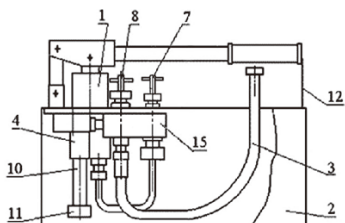
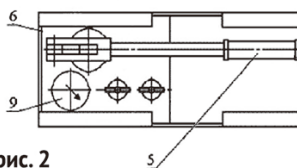
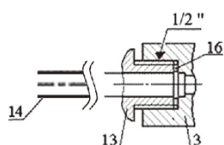

рис. 1
рис. 2
рис. 3
6. Общий вид опрессовочного насоса представлен на рис. 1, 2, 3, 4
Рис.1 - 3 : 1 – насос плунжерный; 2 – бак; 3 – рукав высокого давления; 4 – гидравлический цилиндр; 5 – рукоятка; 6 – полка; 7 – вентиль V2 (сброса давления); 8 – вентиль V1 (напорный, магистрали высокого давления); 9 – манометр (60 бар); 10 – всасывающий патрубок; 11 – сетчатый фильтр с резьбой; 12 – крючок; 13 – штуцер; 14 – труба испытуемой гидравлической системы; 15 – колодка вентилей; 16 – прокладки.
7. Опрессовщик состоит из плунжерного насоса (рис.1 поз.1), который закреплён на полке (рис.2 поз.6) в верхней части бака (рис.1 поз.2). К нагнетательной полости насоса (рис.1 поз.1) подсоединен вход в колодку вентилей (рис.1 поз.15), к выходу из которой подсоединен рукав высокого давления (рис.1 поз.13), подключаемый непосредственно к испытуемой системе (рис.3 поз.14) через штуцер (рис.3 поз.13).
Вентиль V2 (рис.1 поз.7) служит для закрывания и открывания отверстия для
слива, а вентиль V1 (рис.1 поз.8) напорной магистрали для закрытия испытываемой гидравлической системы под давлением, а также в открытом состоянии служит как нагнетательный клапан.
Манометр (рис.2 поз.9) служит для контроля давления в испытываемой гидравлической системе. На конце всасывающего патрубка (рис.1 поз.10) цилиндра (рис.1 поз.4) находится сетчатый фильтр с резьбой (рис.1 поз.11).
Бак (рис.1 поз.2) служит для заливки рабочей жидкости (масла и воды).
На полке (рис.2 поз.6) крепятся корпус насоса и колодка вентиля (рис.1 поз.15).
На противоположной торцевой стороне бака (рис.1 поз.2) имеется крючок (рис.1 поз.12) для фиксации рукоятки в нерабочем положении. Рукоятка при этом служит для переноса опрессовщика.
3. Проверяйте и периодически очищайте сетчатый фильтр (рис.1 поз.11).
Проверьте подсоединение рукава (рис.1 поз.3) к колодке вентиля (рис.1 поз.15). Заполните бак (рис.1 поз.2) рабочей жидкостью до верхней части всасывающего патрубка (рис.1 поз.10).
Закройте вентиль (рис.2 поз.6) и откройте вентиль (рис.2 поз.5) на 2-3 оборота. Поднимите выходную часть рукава (рис.1 поз.6) и залейте в него жидкость. Для удаления воздуха из гидравлической системы насоса сделайте пробное закачивание воды, при этом воздух из гидросистемы будет выходить через рукав. Когда выход воздуха через рукав закончится, опустите рукав в бак с жидкостью.
3. Подсоедините рукав (рис.1 поз.6) к испытываемой гидравлической системе. Для уплотнения соединений используются прокладки из резины, обожжённой меди или фторопласта.
4. Закройте вентиль V2 (сброса давления) (рис.1 поз.7) и откройте вентиль V1 (напорный, магистрали высокого давления) (рис.1 поз.8) на 2-3 оборота.
5. Поднимите выходную часть рукава (рис.1 поз.3) и залейте в него жидкость. Для
8. Подсоедините рукав (рис.1 поз.3) к испытываемой гидравлической системе, в которой должен быть установлен штуцер (оис.3 поз13) с ответной частью для подсоединения рукава (рис.1 поз.3).
Для уплотнения используются прокладки (рис.3 поз.16) из резины, обожженной меди или фторопласта.
11. Закройте напорный вентиль V1(рис.1 поз.8) до окончания проведения испытаний.
12. После проведения испытаний медленно откройте вентиль V2 (рис.1 поз.7) для сбрасывания давления, при этом жидкость будет попадать обратно в бак. Как только давление в гидросистеме упадет, закройте вентиль, соединяющий опрессовщик с гидросистемой, чтобы максимально исключить попадание в клапаны опрессовщика посторонних частиц при сливе.
13. Отсоедините рукав (рис.1 поз.3) от испытываемой системы.
2. Периодически проверяйте и очищайте фильтр от грязи на всасывающем патрубке (рис.1 поз.10).
- слейте воду из нагнетательной полости, открыв вентиль V1(рис.1 поз.8) и опустив рукав (рис.1 поз.3) в бак (рис.1 поз.2), а затем из бака, наклонив его;
- залейте в бак машинное масло на 25-30мм выше нижнего края всасывающего патрубка (рис.1 поз.10). Прокачайте насос (рис.1 поз.1) вхолостую для удаления воды из внутренних полостей насоса;
2. Периодически проверяйте и очищайте фильтр на всасывающей трубке (рис. 1 поз.3) от загрязнений.
- слейте воду из нагнетательной полости, открыв вентиль (рис.2 поз.6) и опустив шланг (рис.2 поз.7) в бак (рис.2 поз.1), а затем из бака в подходящую ёмкость, наклонив его;
- залейте в бак машинного масла на 25-30 мм выше нижнего края всасывающей трубки (рис.2 поз.3);